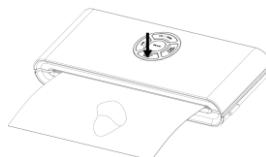

Рис. 3
6. Нажмите кнопку VACUUM&SEAL (ВАКУУМИРОВАНИЕ И ЗАПАЙКА). Прибор начнет автоматическое вакуумирование и запаивание. — Рис. 3